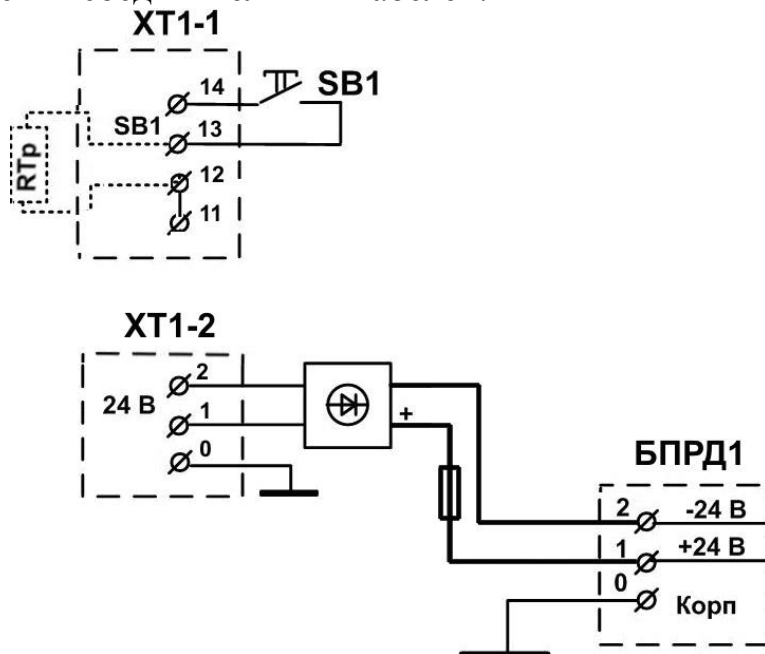

Рис.5.6
6.4.2.3 На рис. 5.6 приведена функциональная схема БД и указаны зажимы для подключения соединительных кабелей.